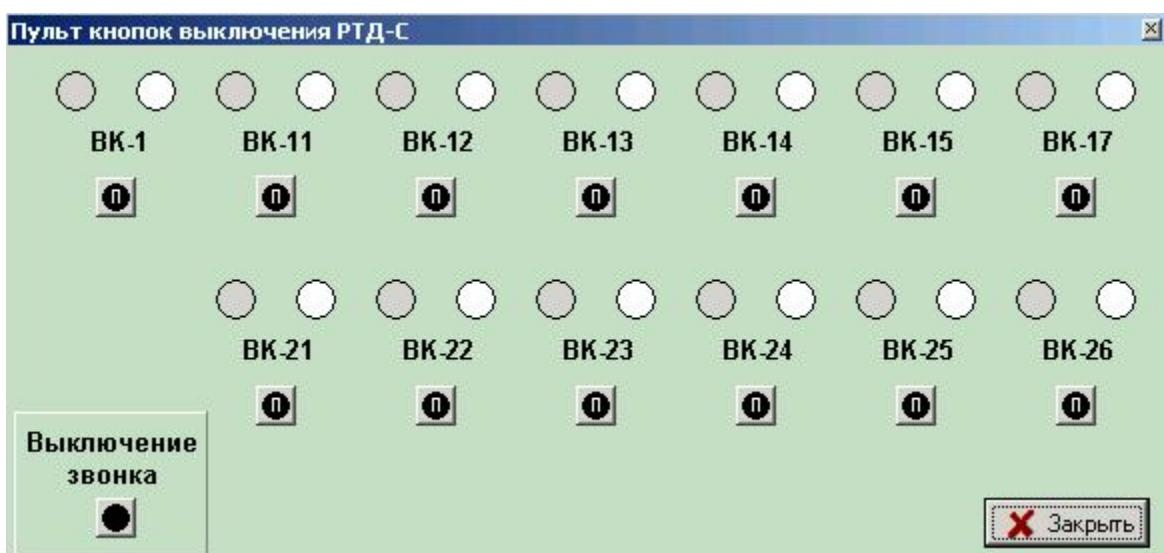

Рисунок 28
2.4.1. Пульт контроля работы и управления радиотехническими датчиками (рисунок 28) предназначен для контроля и управления радиотехническими датчиками, которыми оборудованы рельсовые цепи стрелок и весомерного участка.